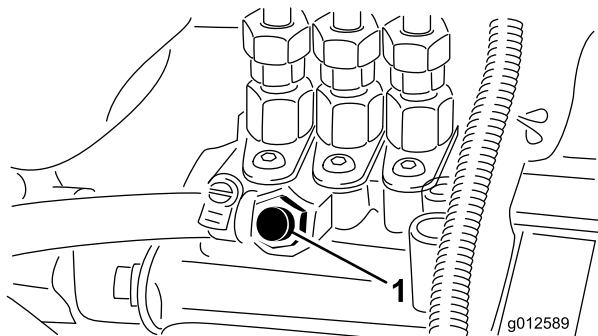

Figura 34
5. Abra el tornillo de purga de aire de la bomba de inyección de combustible (Figura 34).